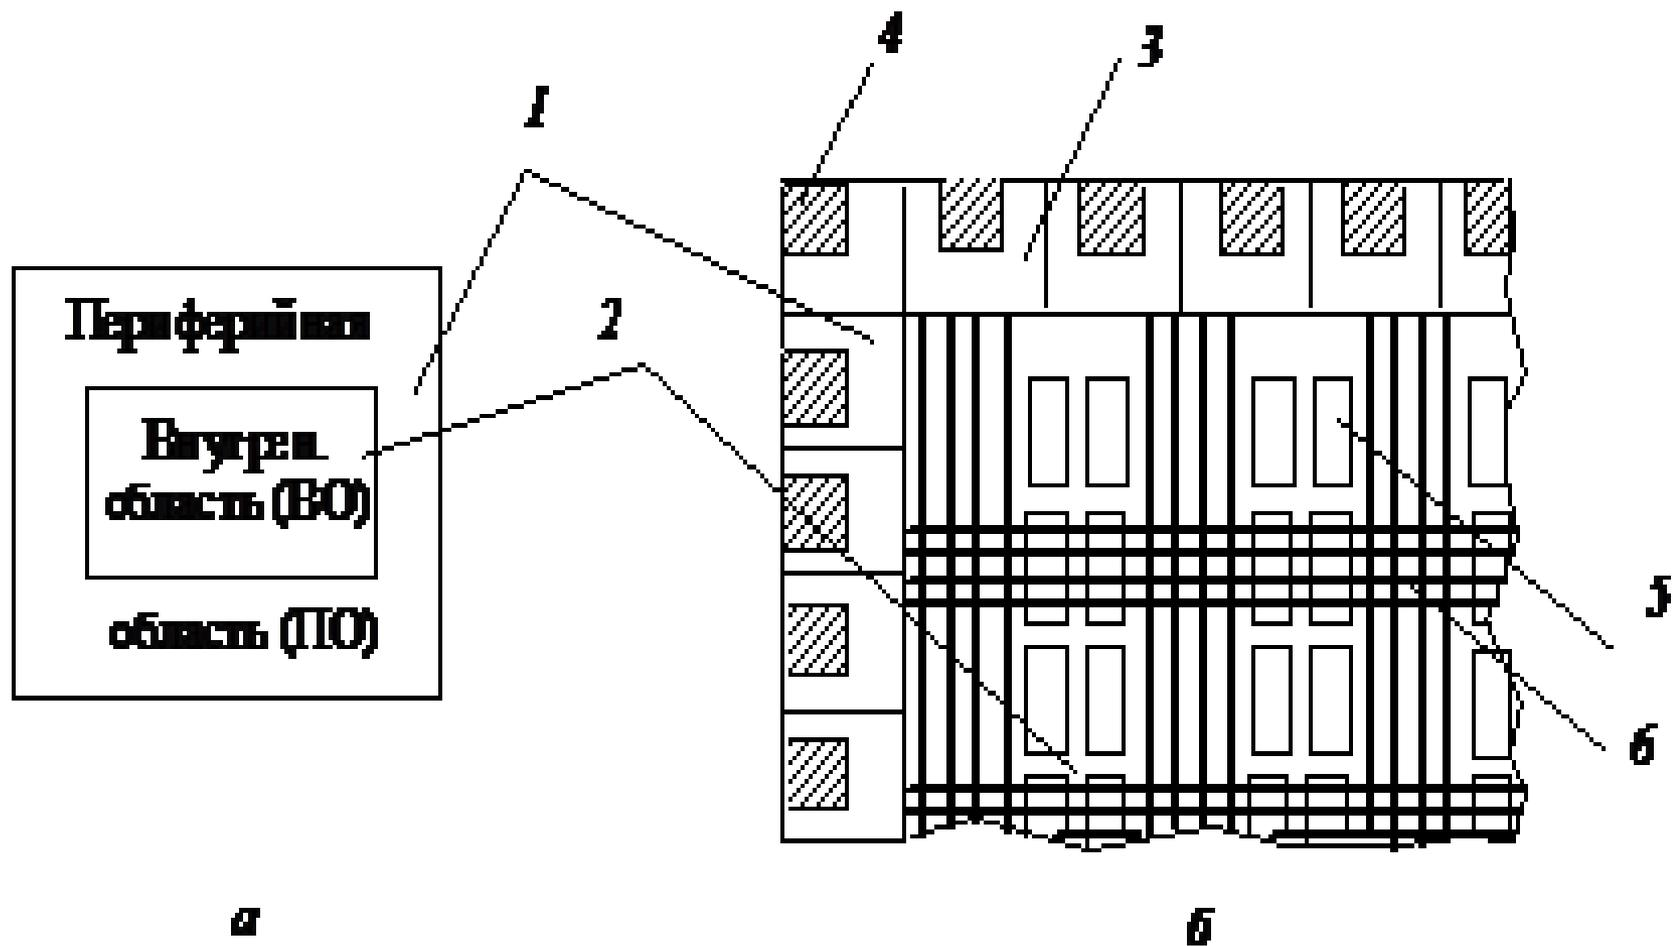

Рис. 2.21. Типология БМК: облица — а, структура периферийной и внутренней областей — б
- *Базовая ячейка БМК ТТЛ* (рис. 2.21, а) содержит 3...4 транзистора и 4...5 резисторов. Вместо нескольких транзисторов иногда вводится один МЭТ. При этом обеспечивается реализация ЛЭ И-НЕ ТТЛ с простым инвертором и числом входов $M=3...4$. Для реализации ФП в состав базовых ячеек включают диоды.
- *Базовая ячейка БМК ЭСЛ* (рис. 2.21, б) содержит 15...18 транзисторов и 10 резисторов. Такой набор компонентов позволяет создавать на основе базовых ячеек двух- и трёхъярусный элемент И-ИЛИ/И-ИЛИ-НЕ с числом входов $M=6...8$.